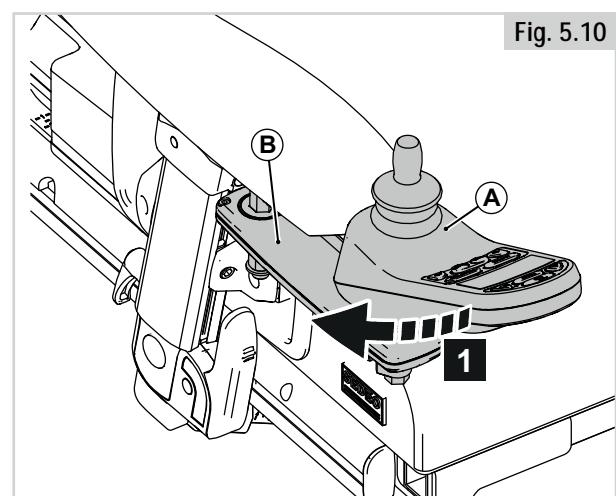

Fig. 5.10
Sving betjeningsenhedens beslag væk (Fig. 5.10).
5.6 Sidestøtte (Fig. 5.10)